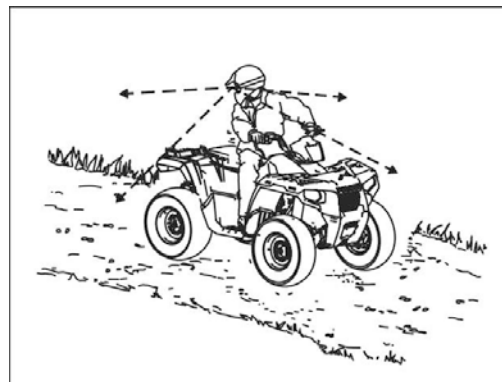

Рисунок 4.4.
1. Всегда до начала движения проверяйте наличие препятствий или людей позади квадроцикла (см. рис. 4.4.).